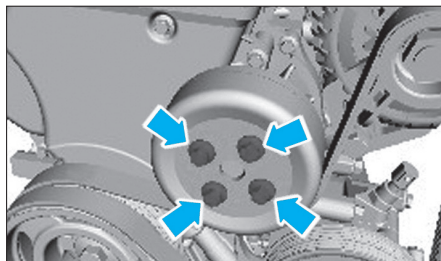

Fig. 9
- Desserrer de deux tours les quatre vis de la poulie de pompe à eau (Fig.9).